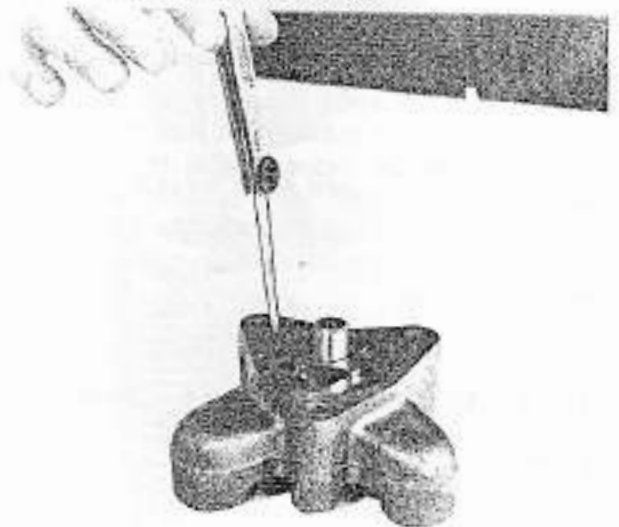

FIG. 30 - Contrôle du jeu entre rotor extérieur et son siège
- Contrôler le jeu existant entre le rotor extérieur et son siège dans le corps de la pompe, toujours à l'aide de la jauge 5.9030.270.0 (Fig. 30). Si la valeur obtenue dépasse la valeur du tableau il est conseillé de remplacer les rotors et, si besoin est, le corps de la pompe.